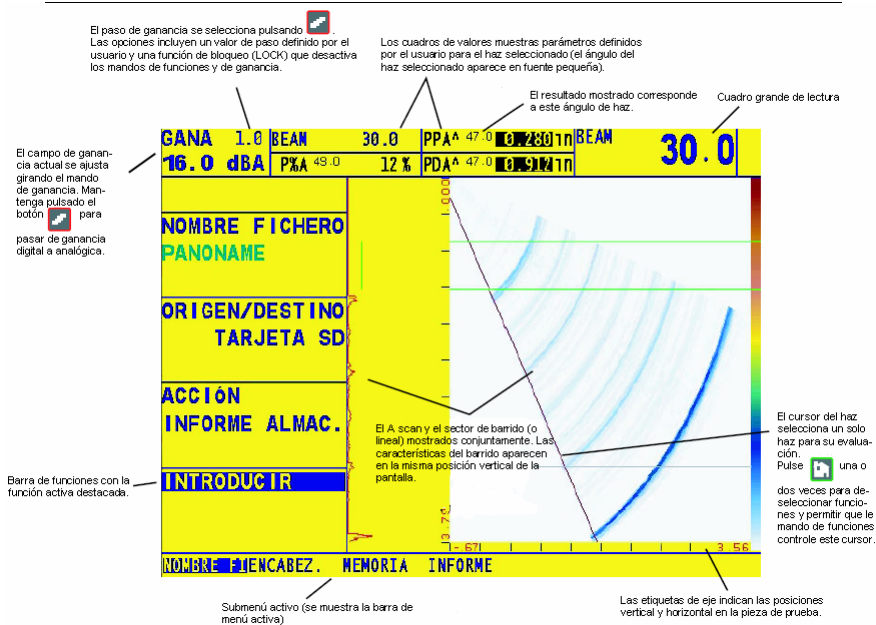

Figura 3-2 El barrido A puede ser visualizado (en orientación vertical) junto con el barrido sectorial (mostrado aquí) o el barrido lineal.
- Barrido A con Barrido Sectorial o Lineal (Figura 3-2)
Las cuatro lecturas de la medición pueden ser mostradas en cualquiera de los cuatro cuadros de lecturas en la parte de arriba de la pantalla. Además, uno de los resultados mostrados en los cuatro cuadros puede ser mostrado en el cuadro de ampliación (ver Figura 3-2). También observe que cuando las lecturas de tiempo-de-vuelo o espesor son mostradas, el método seleccionado de detección de la compuerta es indicado con una ^ (representando el PICO) o / (representando el FLANCO). Vea 2.8.2 para seleccionar el método de detección.
Cuando se ajusta la Ganancia del Barrido A, cada click de la perilla de Ganancia aumenta o disminuye el nivel de ganancia por un incremento de dB igual al PASO de dB (Figura 3-2). Pueden especificarse varios valores para el PASO de dB, incluyendo un paso de ganancia especificado por el usuario, conocido como PASO DE GANANCIA PERSONALIZADO y BLOQUEO de la perilla de Ganancia, la cual previene cualquier ajuste de ganancia. Para seleccionar uno de los valores de PASOS existentes de dB: